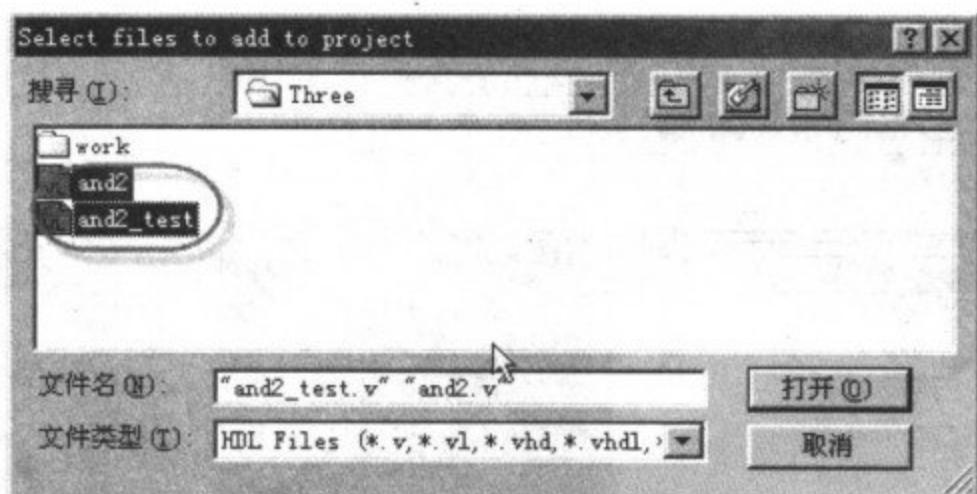

图 3-68 添加文件
(5)单击“Browse...”选择需要添加的文件 and2.v 和 and2_test.v,点击“打开”按钮,如图 3-68 所示。